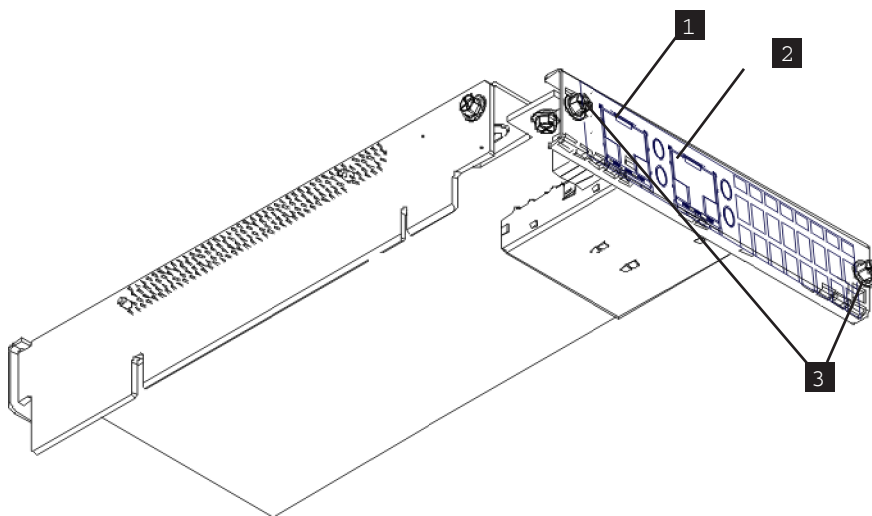

Figura 220. Conjunto da placa riser de Ethernet de 10 Gbps do 2145-CG8 com visualização em corte do trilho traseiro
6. Prenda o conjunto da placa riser de Ethernet usando dois parafusos de fixação da parte traseira do nó, conforme mostrado na visualização das abas de uma seção do trilho na Figura 220 na página 275.